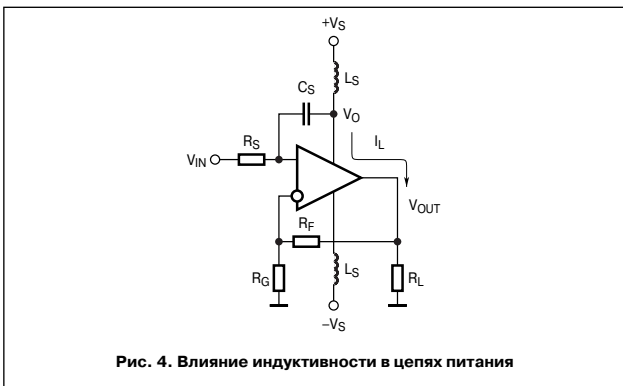

Рис. 4. Влияние индуктивности в цепях питания
**Развязка цепей питания.** На Рис. 4 изображена схема включения усилителя, в которой цепи питания имеют заметную паразитную индуктивность.